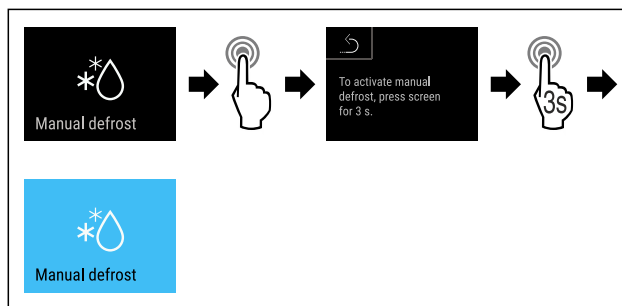

Fig. 132
- ▶ Seguir los pasos de procedimiento (consulte Fig. 132) .